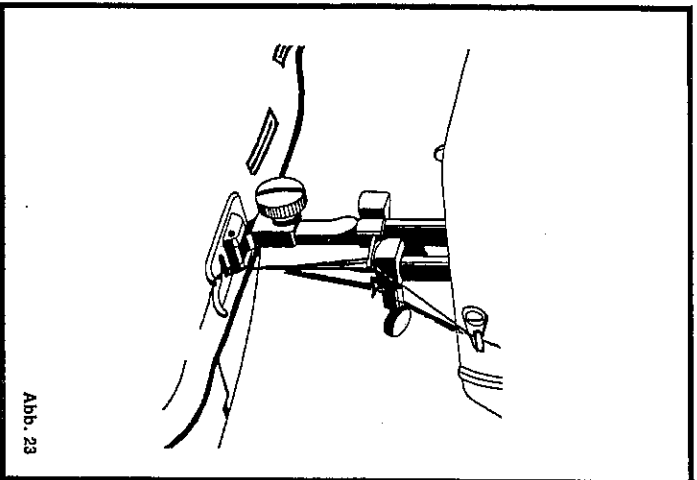

Abb. 23
bei der Maschine in Zickzack-Ausführung – 44 mit und ohne Baumwoll-Einlaufaden Knopflochtuß (Plastik) einsetzen (Abb. 23). Länge und Lage des Knopfloches z. B. mit Kreide auf den Stoff zeichnen. Stichtagenschaltknopf auf links stellen (L). Stichbreite auf Raste 2 stellen (siehe Seite 13). Stichlänge so einstellen, daß die Stiche dicht beieinander liegen (etwa bei 0,2 mm). Stoff mit vorgezeichnetem Knopfloch unter den Nähfuß legen.